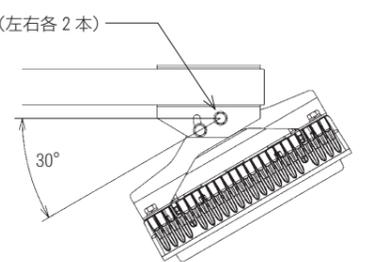

図11
1. 照射角度範囲は下向き～上向き30°です。(図11)
3. M8ボルト4本を緩めて照射角度を合わせてください。(図11)
4. 照射角度調整後、M8ボルト4本を適正締付トルク10～15Nmで緩みのないように確実に締付けてください。(図11)